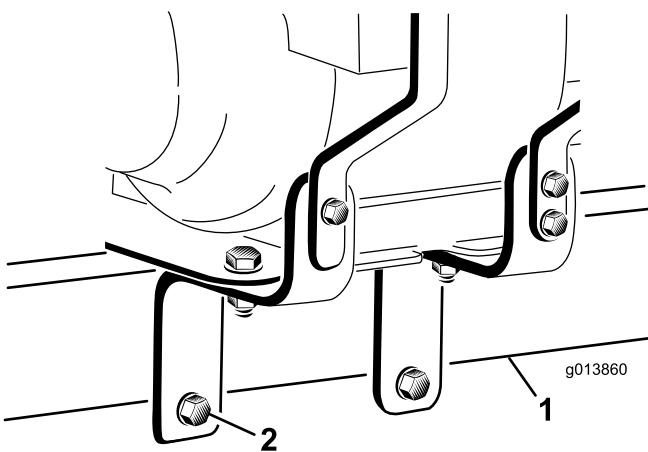

Figura 7
20. Introduzca los 2 pernos de 1/2 x 5 pulgadas por los taladros del soporte de montaje del motor, colocando una arandela plana contra cada cara exterior del soporte de montaje del motor y asegurándose de que los pernos pasan limpiamente por debajo de la barra de enganche de la ProPass. Apriete a mano las 2 tuercas de 1/2 pulgada (Figura 7).